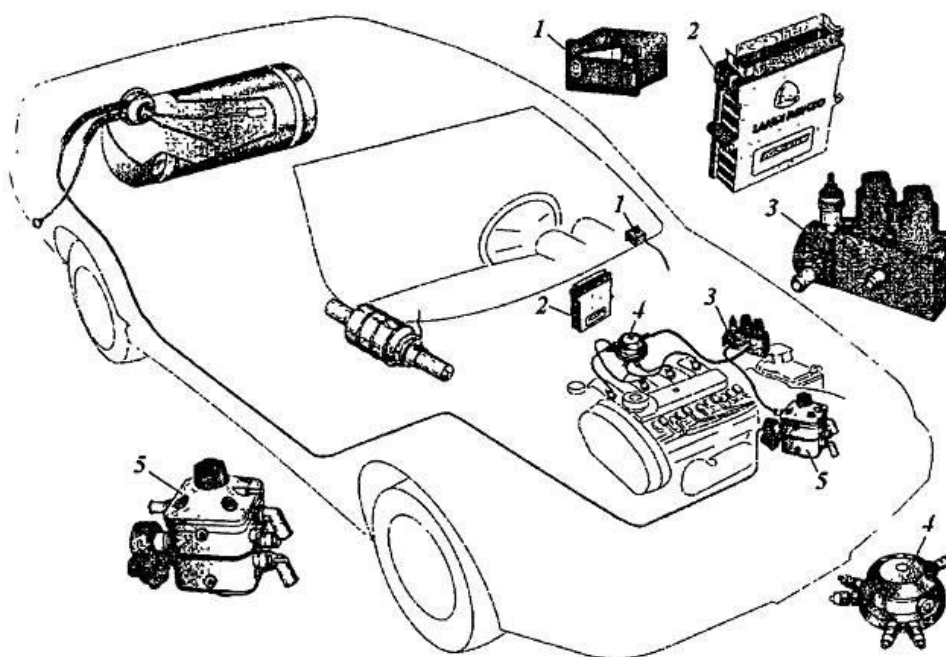

Рис. 2. Расположение на автомобиле элементов системы впрыска газа
17. Электронный блок управления (эбу) на рис. 2: